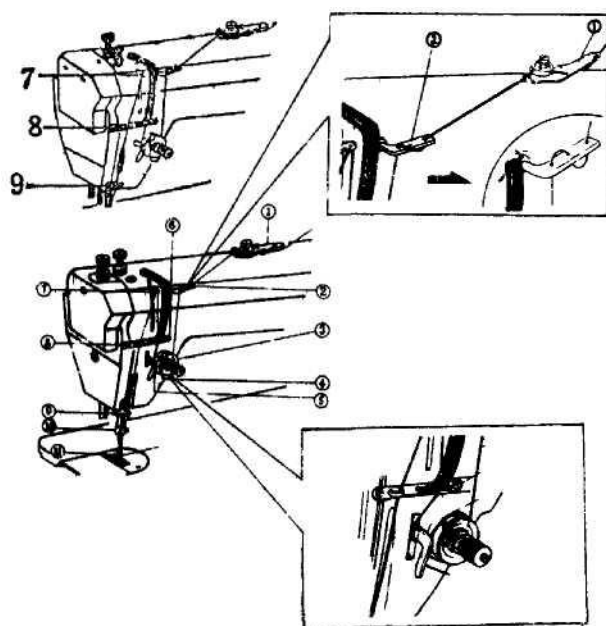

Рис. 17
Для заправки игольной нити поднимите иглодержатель в крайнее верхнее положение, потяните нить с катушки и протяните ее в указанном на рис. 17 порядке.
- (1) натяжения нитепритягательной пружины;
- (2) амплитуды колебания нитепритягательной пружины;
- (3) натяжения диска натяжения;
- (4) положения нитенаправителя б на рис. 17. Все эти регулировки описаны ниже.
Нормальное взаимоотношение положения нитенаправителя (рис. 17) и стачиваемого материала показано в следующей таблице.